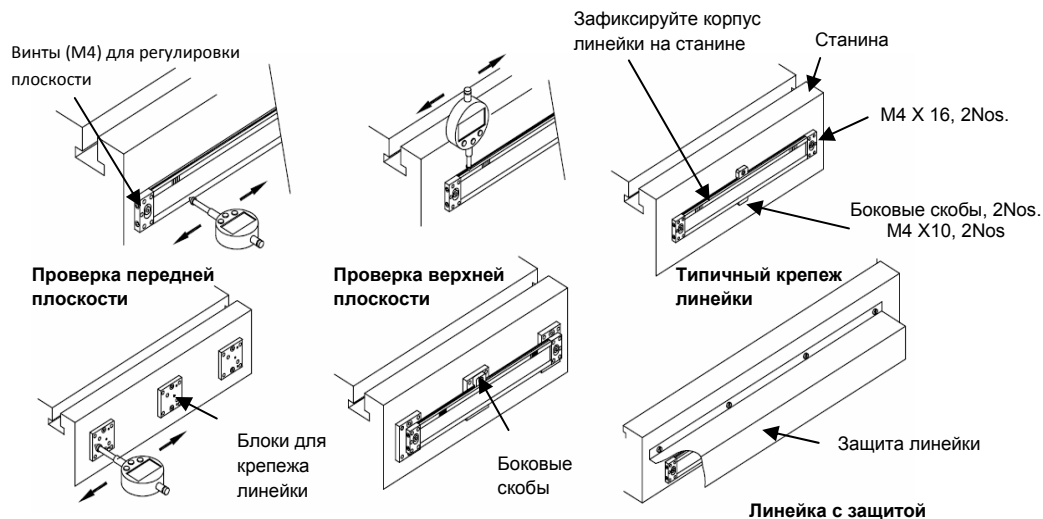

Рисунок 5
- Если поверхность станины ровная (в пределах 0.1мм/м), тогда линейку можно крепить непосредственно к станине. Убедитесь в соблюдении параллельности на всей длине линейки, как рекомендуется в инструкции с помощью индикатора. На концах линейки предусмотрены винты для удобства выравнивания и выставления линейки. См. Рисунок 5.